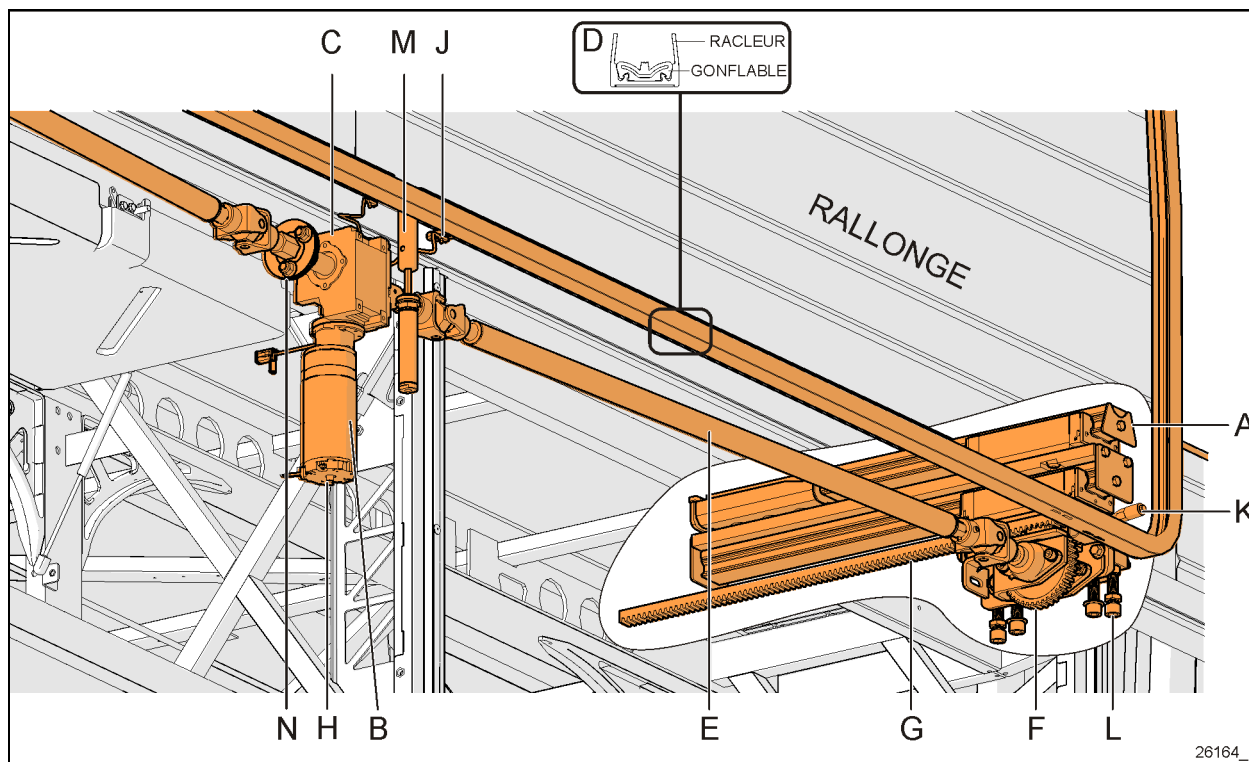

FIGURE 2: APERÇU DU MÉCANISME
Se rapporter à la Figure 2. Chaque extension est déplacée vers l'intérieur et l'extérieur sur des rails qui reposent sur des paliers linéaires superposés, (A). L'énergie provient d'un moteur électrique (B). Il est orienté verticalement ou horizontalement. Le moteur entraîne un réducteur de vitesse à angle droit (C).